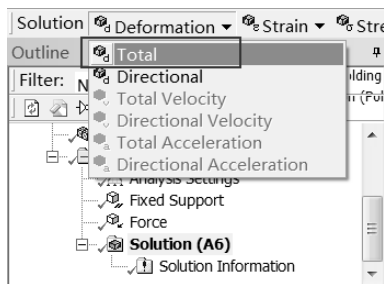

图 5-80 添加总变形选项
Step2：选择 Solution 工具栏中的 Deformation（变形） Total 命令，如图 5-80 所示，此时在分析树中会出现 Total Deformation（总变形）选项。